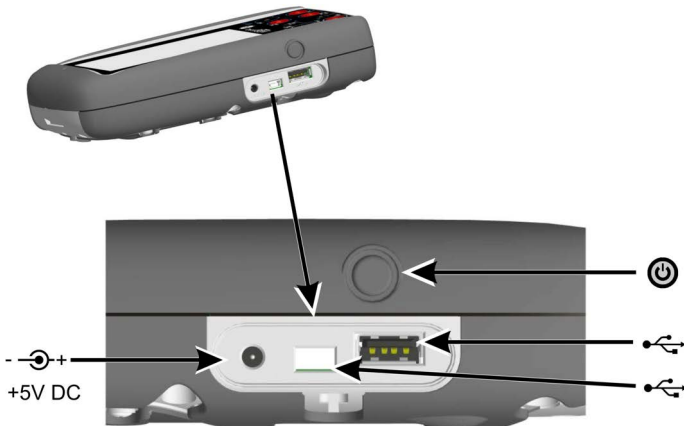

Figura 1-4: Puertos y botón de encendido del DPI 620 Genii
1. Conecte la fuente de alimentación de CC a la conexión de + 5 V CC del lateral de la unidad; consulte la Figura 1-4.
Si la unidad está apagada, pulse brevemente el botón de encendido (Figura 1-4) hasta que la pantalla parpadee y aparezca la pantalla de bienvenida.